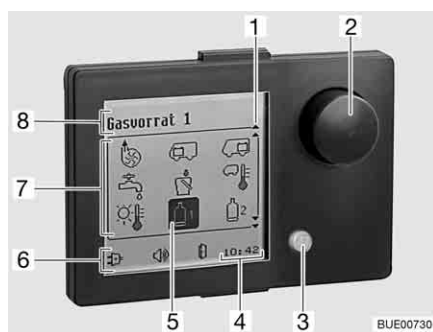

Fig. 141 Display LCD
- Lettura delle informazioni (Fig. 141,8)
- Finestra dei simboli (Fig. 141,7)
- Lettura dello stato (Fig. 141,6)
Nella finestra dei simboli (Fig. 141,2) azionando il pulsante a rotazione è possibile selezionare i simboli e richiamare i relativi menu. La presenza di frecce (Fig. 141,1) significa che nella direzione indicata si trovano ulteriori simboli.
- Azionare il pulsante a rotazione fino a che il simbolo desiderato viene evidenziato (Fig. 141,5).
Per uscire dal menu selezionare e attivare la croce  nell'angolo in alto a destra del display oppure premere il pulsante blu (Fig. 141,3).
Inoltre la lettura dello stato indica continuamente l'ora attuale (Fig. 141,4).